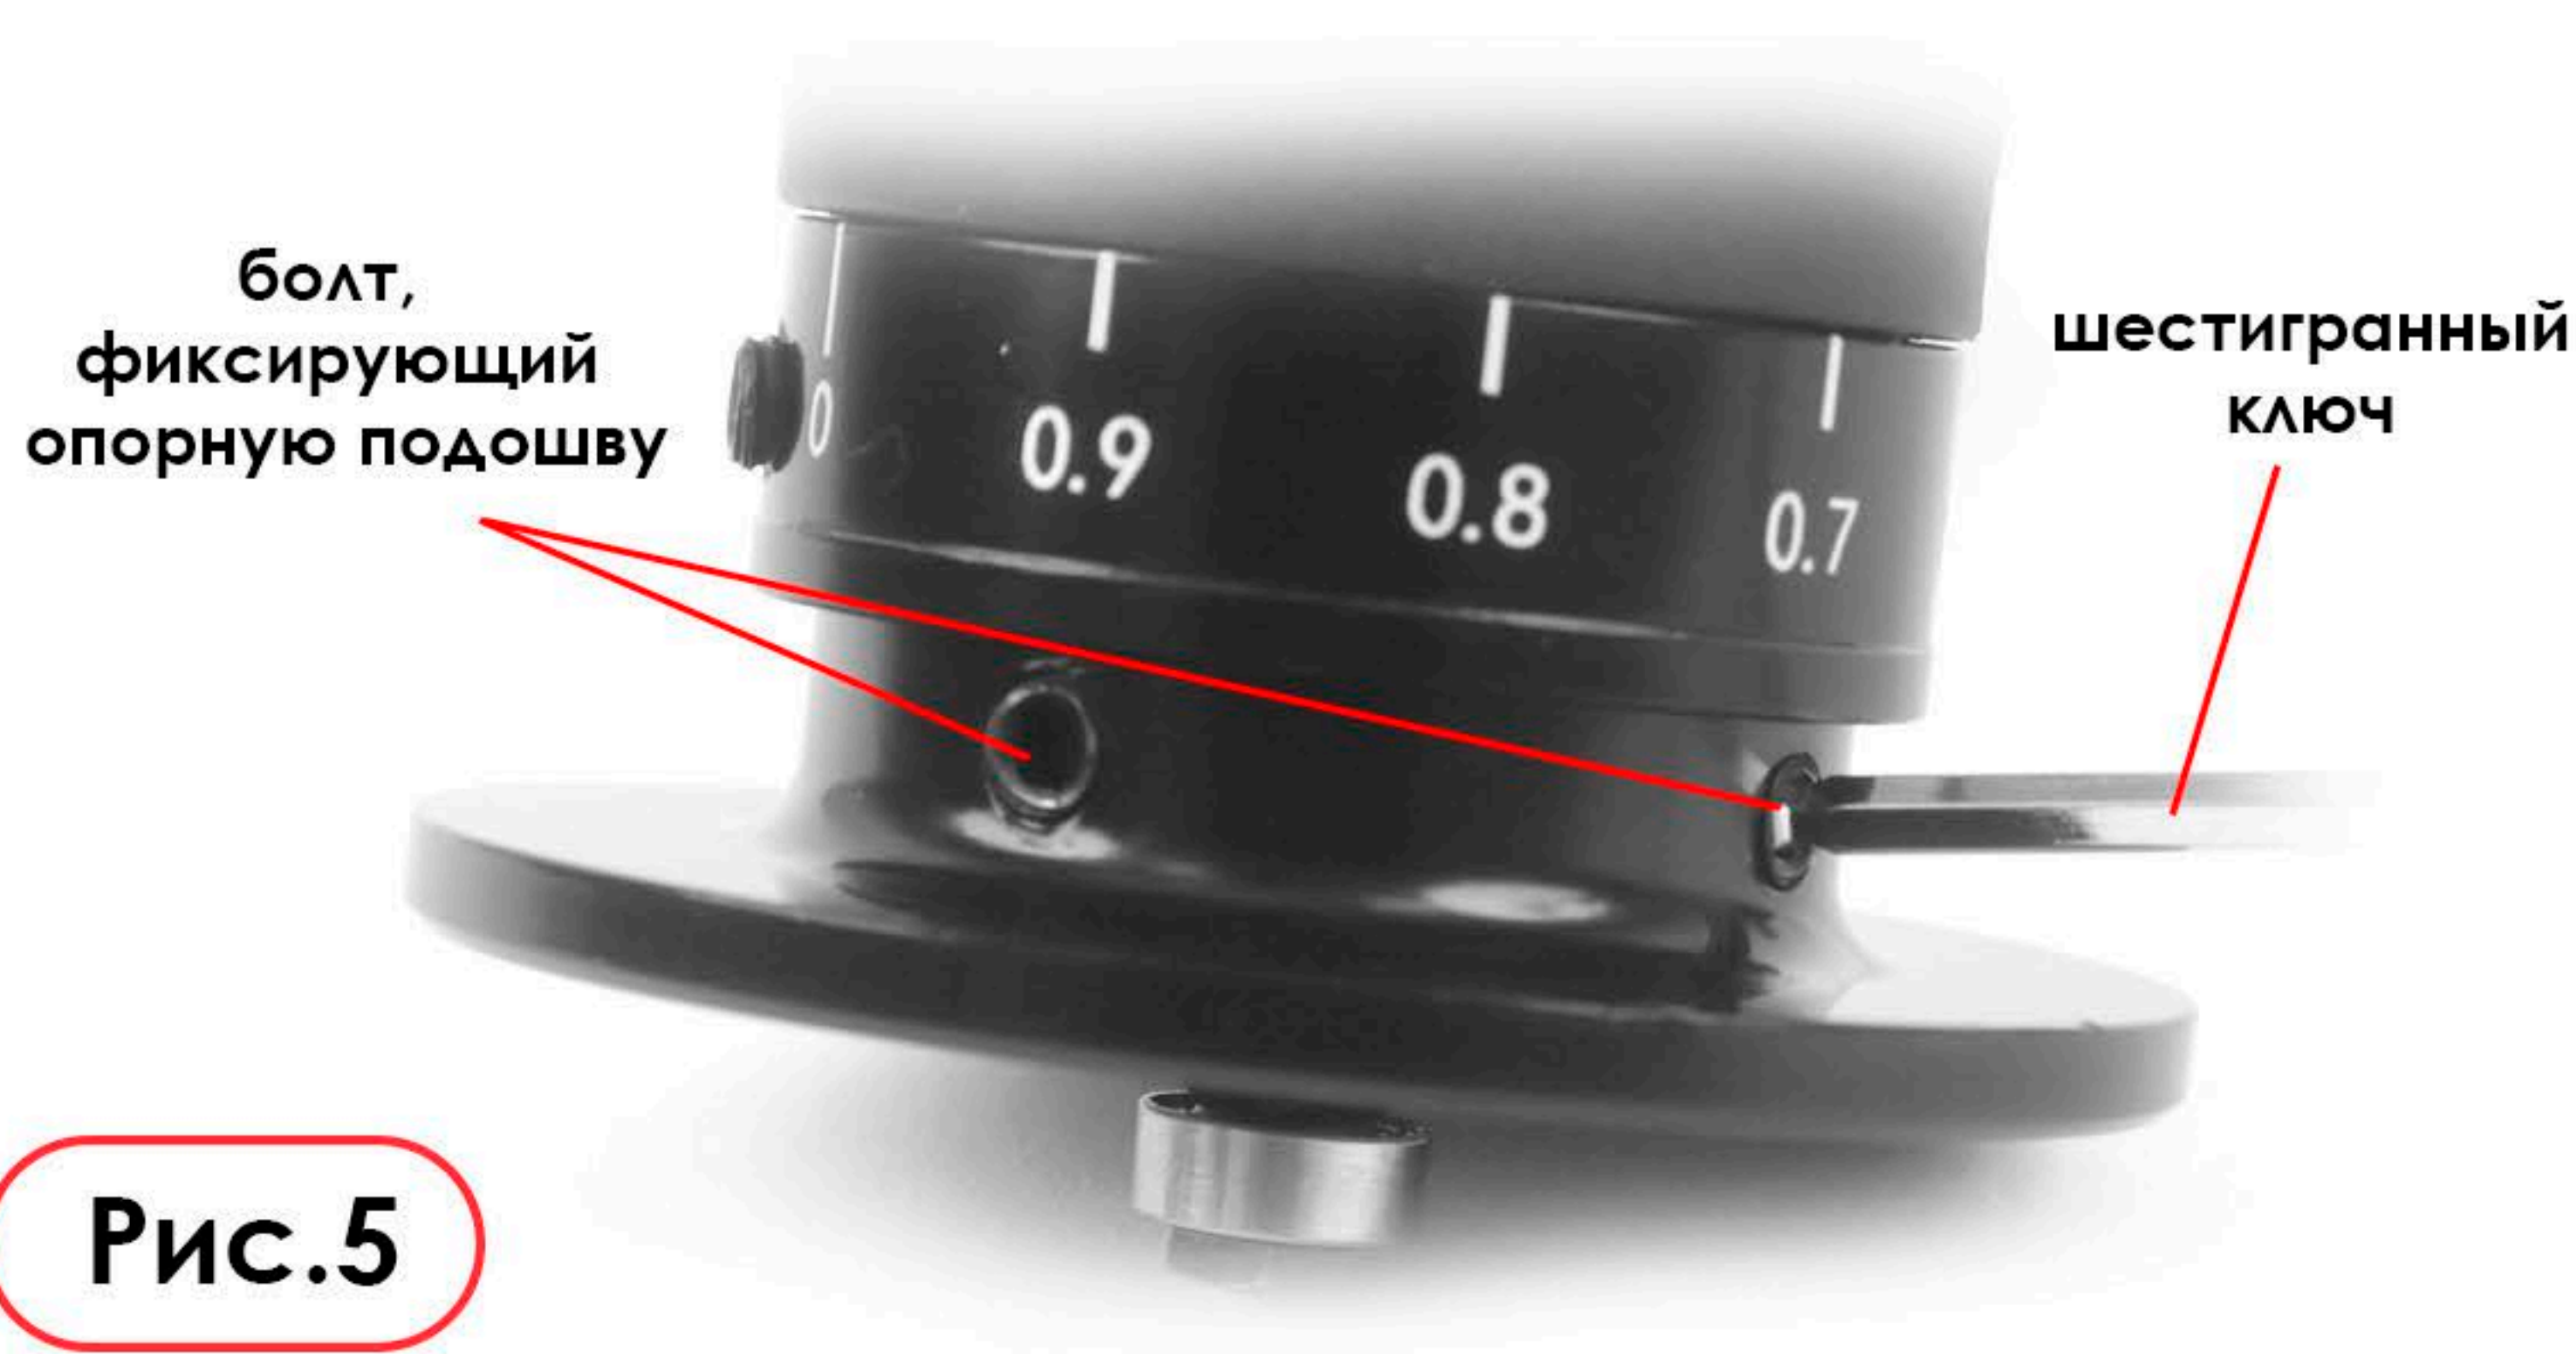

Рис.5
5) Когда желаемая глубина достигнута, затяните два болта, чтобы зафиксировать опорную подошву на месте, используя шестигранный ключ (Рис. 5).